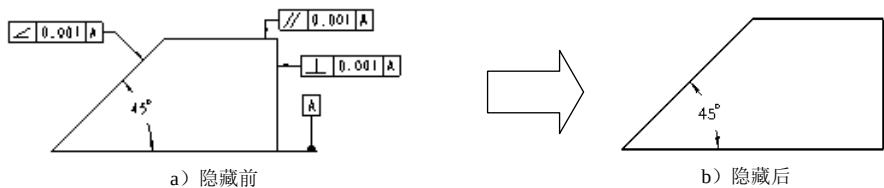

图 9.1.9 隐藏层
Step2. 在“层树”中右击层 **DAM**，在系统弹出的快捷菜单中选择 **隐藏** 命令，该层中包含的项目可以从图 9.1.9 反映。